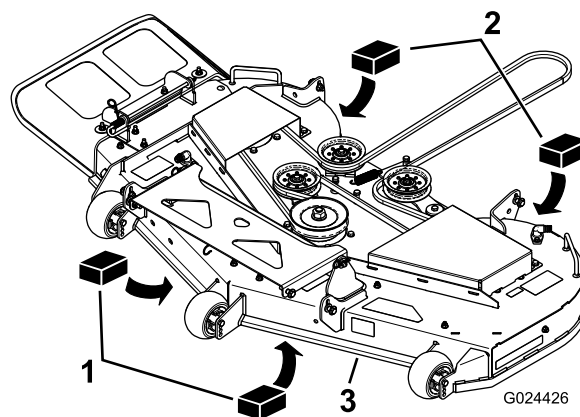

Figure 71
3. Placez 2 cales de 6,6 cm d'épaisseur sous chaque côté du bord avant du plateau de coupe, mais pas sous les supports des galets anti-scalp (**Figure 71**).
4. Placez deux cales de 7,3 cm d'épaisseur sous le bord arrière de la jupe du plateau de coupe, une de chaque côté (**Figure 71**).